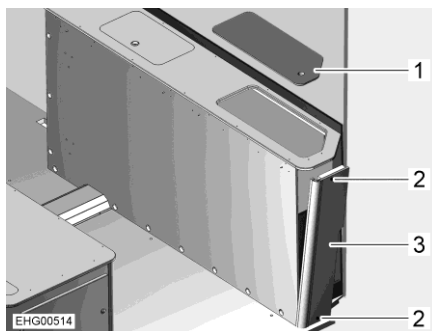

Bild 109 Sänglåda höger
- Ta av servicelucka (Bild 109,1).
- Skruva ur 2 skruvar (Bild 109,2).
- Ta tag i sänglådan uppifrån och tryck sidoplåten (Bild 109,3) lätt utåt.